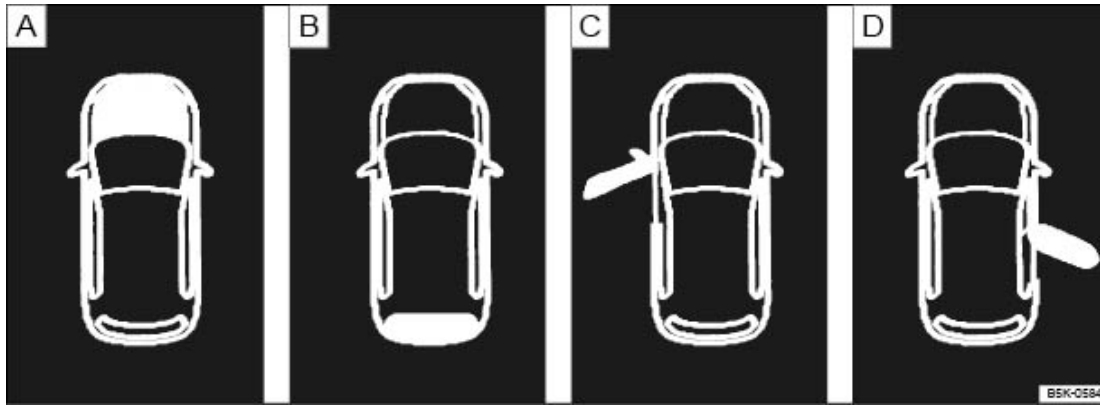

Fig. 13 A : capot-moteur ouvert, B : hayon ouvert, C : porte avant gauche ouverte, D : porte arrière droite ouverte (uniquement sur modèle quatre portes).
- Portes, capot-moteur et hayon ouverts → Fig. 13
| Légende de la → <a href="#">Fig. 13</a> : |  | Voir  |